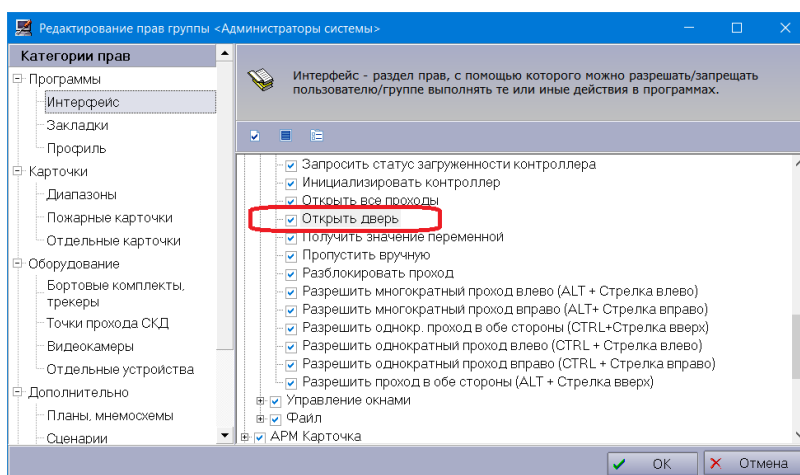

Рисунок 75 – Категории прав интерфейса
4.2.2 В окне редактирования прав групп, в категориях прав выбрать «Программы/Интерфейс» и в области редактирования выбрать «АРМ ДПЦО/Точки прохода» отметить пункт «Открыть дверь» (см. рисунок 75).